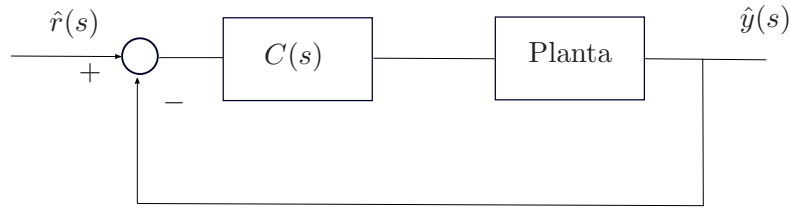

Figura 1: Estrutura de controle em malha fechada
8. Utilizando a estrutura de controle em malha fechada da Figura 1 a seguir projete um controlador $C(s)$ para o sistema linearizado com função de transferência $G(s)$ de forma a satisfazer os seguintes requisitos de desempenho: